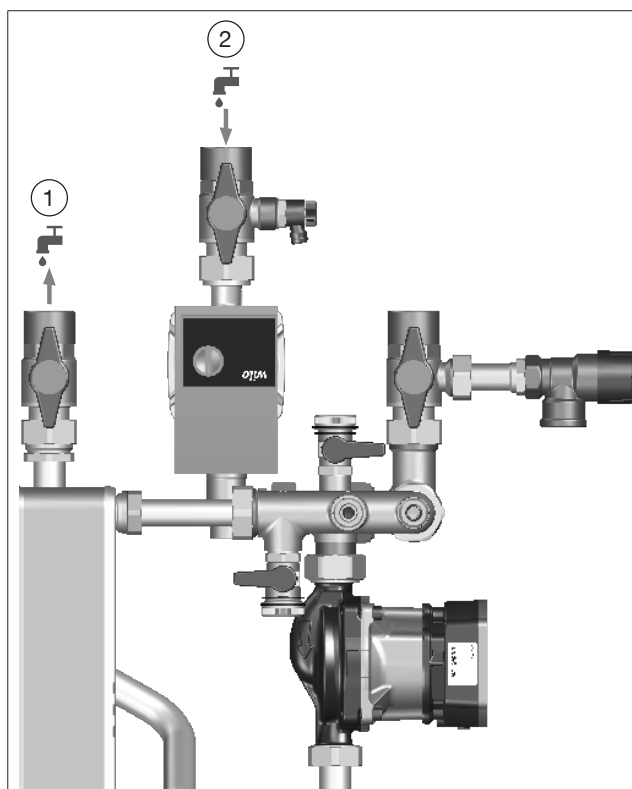

Abb. 10: Funktionsbeschreibung (Bsp. mit Hocheffizienzpumpe)
► Verrohren Sie die Zirkulationsleitungen wie in Abb. 10 beschrieben.
Wenn Sie das Zirkulationsset ohne Hocheffizienzpumpe verwenden, können Sie die Hocheffizienzpumpe beliebig zwischen der letzten Zapfstelle und der Frischwasserstation in den „Rücklauf Zirkulation Trinkwasser warm“ (Position 2 in Abb. 10) einbauen.
1. Öffnen Sie langsam den Absperrkugelhahn Rücklauf Zirkulation Trinkwasser warm (siehe Position (2) in Abb. 10).
1. Schließen Sie langsam die Absperrkugelhähne am „Rücklauf Zirkulation Trinkwasser warm“ und am „Vorlauf Zirkulation Trinkwasser warm“ (Positionen (1) und (2) in Abb. 10 auf Seite 10).